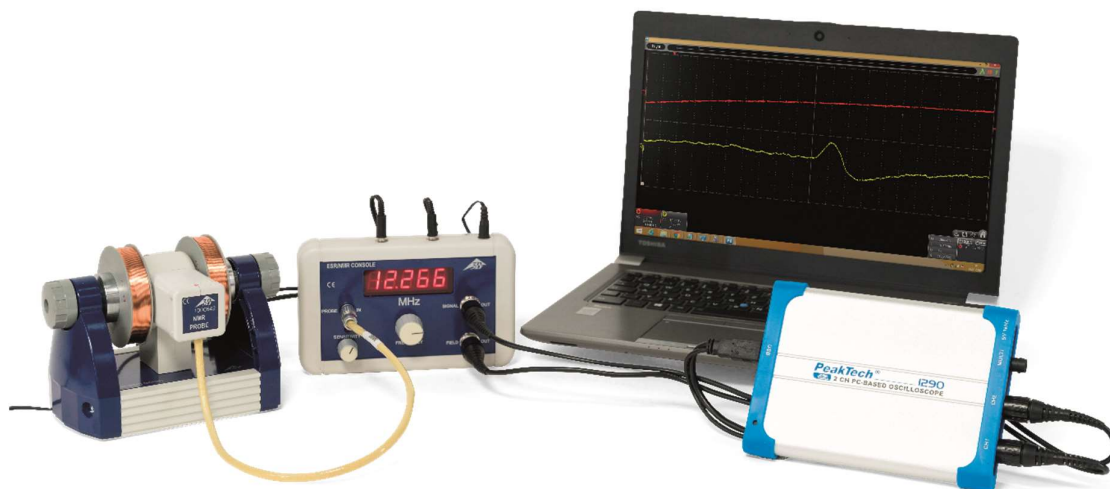

Fig. 3 - Instalação do equipamento de RNM com um osciloscópio de PC
- Ligar a saída "SIGNAL OUT" na consola de controlo ao canal 1 do osciloscópio e a saída "FIELD OUT" ao canal 2 (ver Fig. 3).